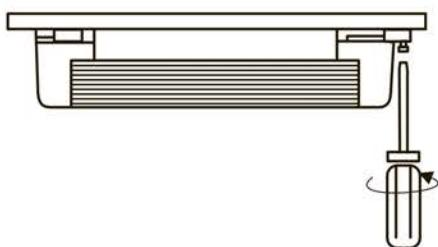
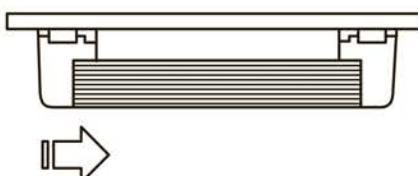

Рисунок 5
Рисунок 6
- зафиксируйте винтом самонарезающим второй установочный элемент на монтажной поверхности с другой стороны светильника (рисунок 5), надвиньте паз на второй установочный элемент, пока оба установочных элемента не окажутся по центру пазов светильника (рисунок 6).